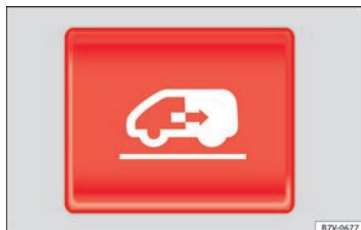

Fig. 135 I instrumentpanelet, i bilnøglen og på den indvendige beklædning skydedøren: knap til åbning og lukning af elektrisk skydedør
Åbning af elektrisk skydedør	Tryk på knappen » Fig. 135 i instrumentpanelet, i bilnøglen eller på den indvendige beklædning foran skydedøren. Skydedøren åbner med kraftbegrænsning, så længe du ikke trykker på knappen igen. Træk et kort øjeblik i det indvendige eller udvendige dørhåndtag. Skydedøren åbner automatisk.
Elektrisk lukning af skydedør	Tryk på knappen » Fig. 135 i instrumentpanelet, i bilnøglen eller på den indvendige beklædning foran skydedøren. Skydedøren lukker med kraftbegrænsning, så længe du ikke trykker på knappen igen. Under lukningen lyder der advarselssignaler. Træk et kort øjeblik i det indvendige eller udvendige dørhåndtag. Skydedøren lukkes med kraftbegrænsning. Under lukningen lyder der advarselssignaler.
- Tryk på knappen  » **Fig. 135**, og hold den inde. **Skydedøren lukkes med maksimal kraft!**